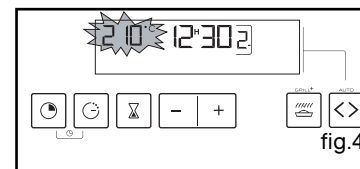

fig.4
Bijvoorbeeld: temperatuurindicator 210°C (fig.4).
- 0.00 knippert. (fig.4).
De weergave schakelt terug naar de huidige tijd door de keuzeknop op 0 te zetten (fig.4),
U kunt de temperatuur echter aanpassen door de keuzeknop van de temperatuur naar + of - te draaien (fig.4)